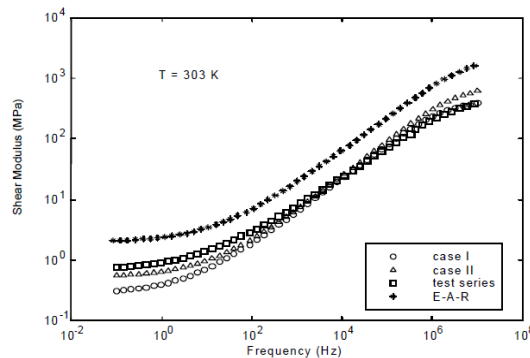

Figura 1. Inserir a legenda da figura, sem ponto final
As figuras devem ser inseridas o mais próximo possível da sua citação no texto, que deve ser feita como “Fig. (1)”, se no meio de uma frase, ou como “Figura 1”, se no início de uma sentença, deixando pelo menos uma linha em branco acima e abaixo de cada uma. As figuras devem ser ordenadas com números arábicos, devidamente relacionadas ao texto, apresentando a legenda abaixo da imagem. Caso seja menor do que a largura da coluna, a figura deve estar centralizada.